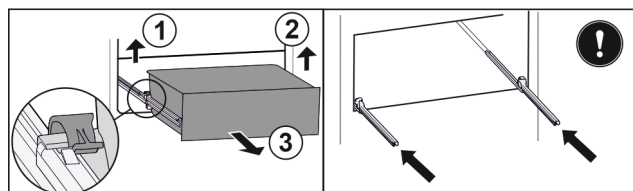

Fig. 223
- ▶ Podignite lijevu stezaljku i istovremeno izvucite ladicu lijevo prema naprijed. Fig. 223 (1)
- ▶ Podignite desnu stezaljku i istovremeno izvucite ladicu desno prema naprijed. Fig. 223 (2)
- ▶ Izvadite ladicu prema naprijed. Fig. 223 (3)